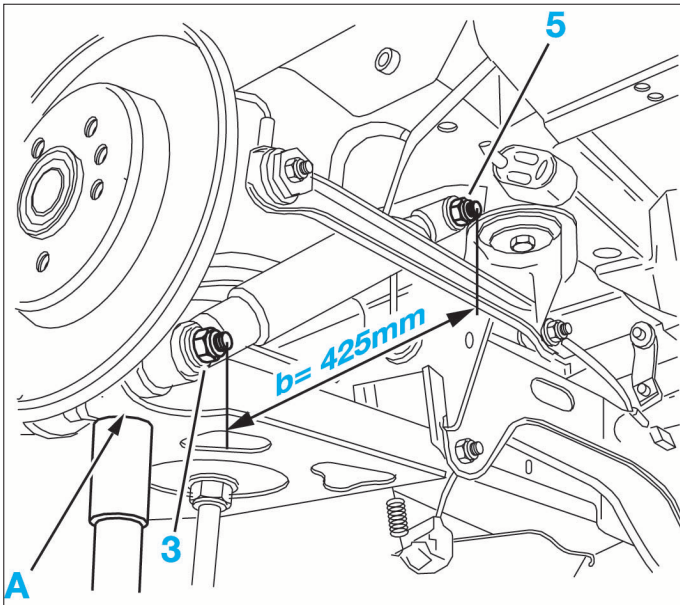

FIG. 39
- Desserrer l'écrou de fixation inférieure (3).
- agir en (A) (Fig.39) pour obtenir une cote (b) de 425 mm entre les deux fixations de l'amortisseur et bloquer les fixations dans cette position.